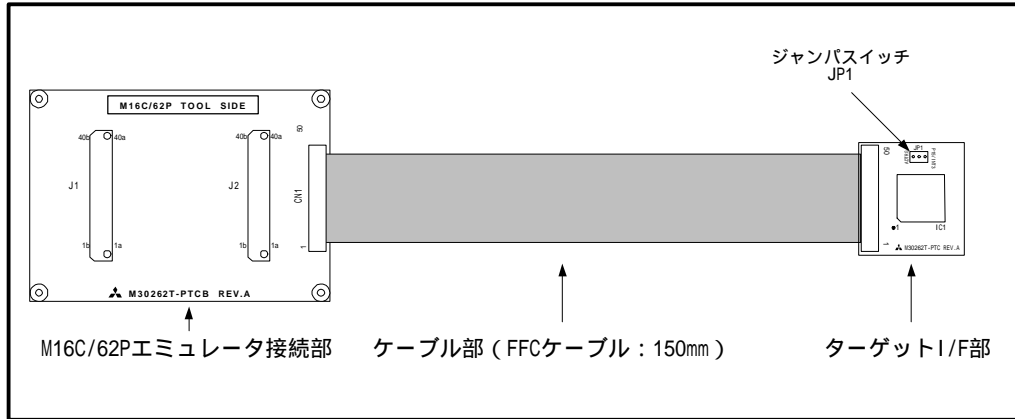

図3 M30262T-PTCのハードウェア構成
5. M30262T-PTCのハードウェア構成 (図3参照)